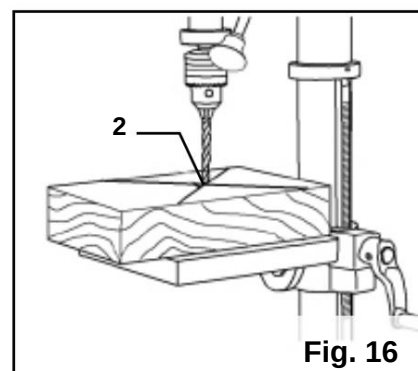

Fig. 16
3. Sänk borrhönan så att den möter arbetsstycket (fig. 16 - 2). De två laserlinjerna ska korsa där borren möter arbetsstycket.